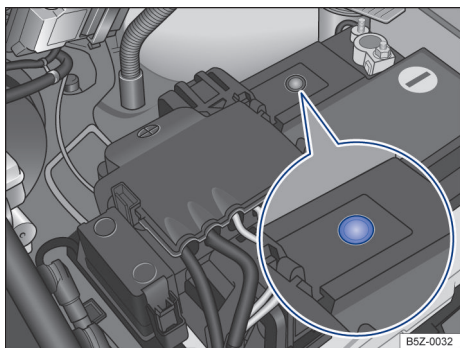

Fig. 152 No compartimento do motor: exemplo de posição do visor no lado superior da bateria do veículo.
- O visor redondo → Fig. 152 na parte superior da bateria do veículo muda de cor conforme o nível do eletrólito.